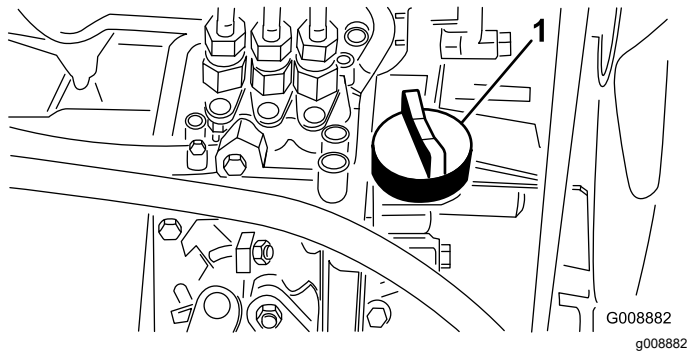

Рисунок 28
4. Если уровень масла ниже допустимого, снимите крышку маслозаливной горловины (Рисунок 28) и постепенно, небольшими порциями долийте масло, периодически проверяя его уровень, до отметки Full (Полный) на масломерном щупе.